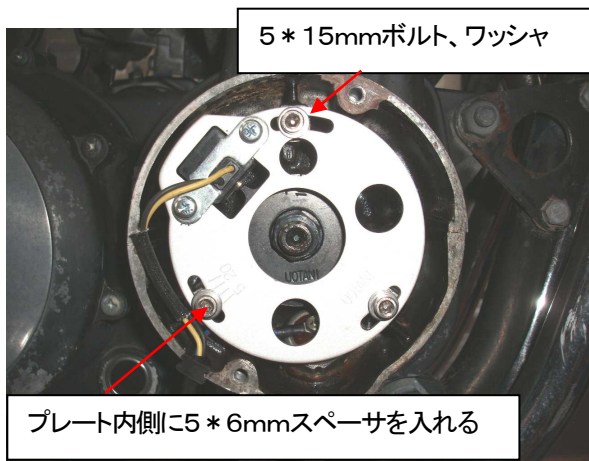

図3、SP II タイミングプレート
- ③SP II ピックアップコイルASSY(タイミングプレート付)を付属の5\*15mmボルト、5mmワッシャ、5\*6mmスペーサを使用して装着してください。ピックアップコイルのエアギャップを0.4~0.6mmに調整して下さい(図3、4、5)。油圧センサの端子(青または青/赤)を接続して下さい。油圧センサの無い機種は必要ありません。
- ④9ページ「プラグコードコネクタ装着方法」に従ってプラグコードをSP II コイルに装着して下さい。プラグコード/キャップはリーク防止のため、新品又は良品を使用して下さい。